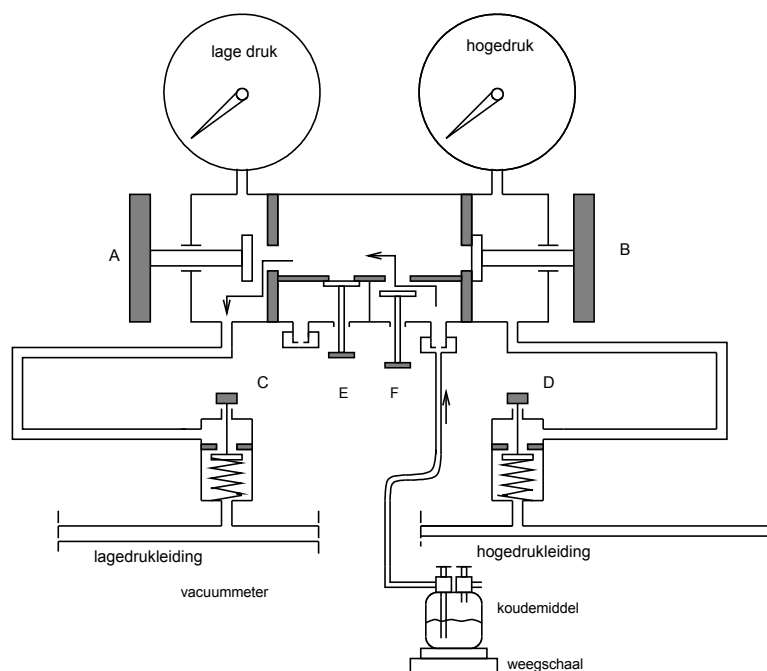

Fig. 15.2
- 2) Uitgaande van de veronderstelling dat alle kranen gesloten zijn, dient de kraan van de koudemidelfles te worden geopend en vervolgens kraan F. Kraan A en B staan gesloten zodat C en D kunnen worden geopend. We kunnen nu (ook) de drukken controleren. Kraan A houden we nog gesloten want hiermee moeten we gaan doseren. Zie fig.15.2